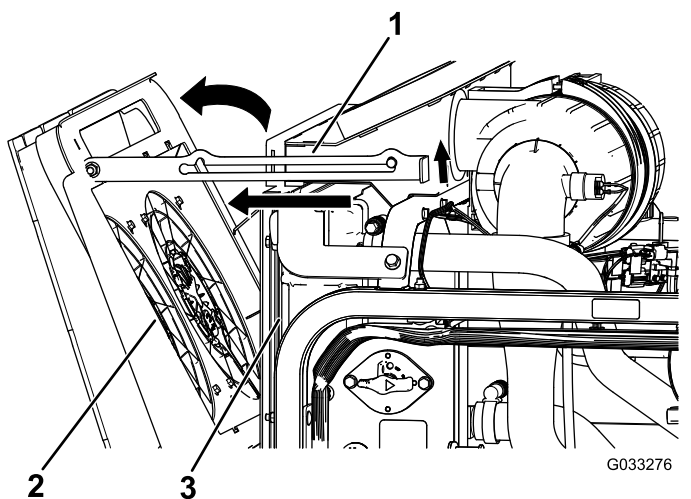

Figura 117
2. Gire los ventiladores de refrigeración del motor hacia atrás respecto al radiador, y enganche la varilla de sujeción en la muesca (Figura 117).